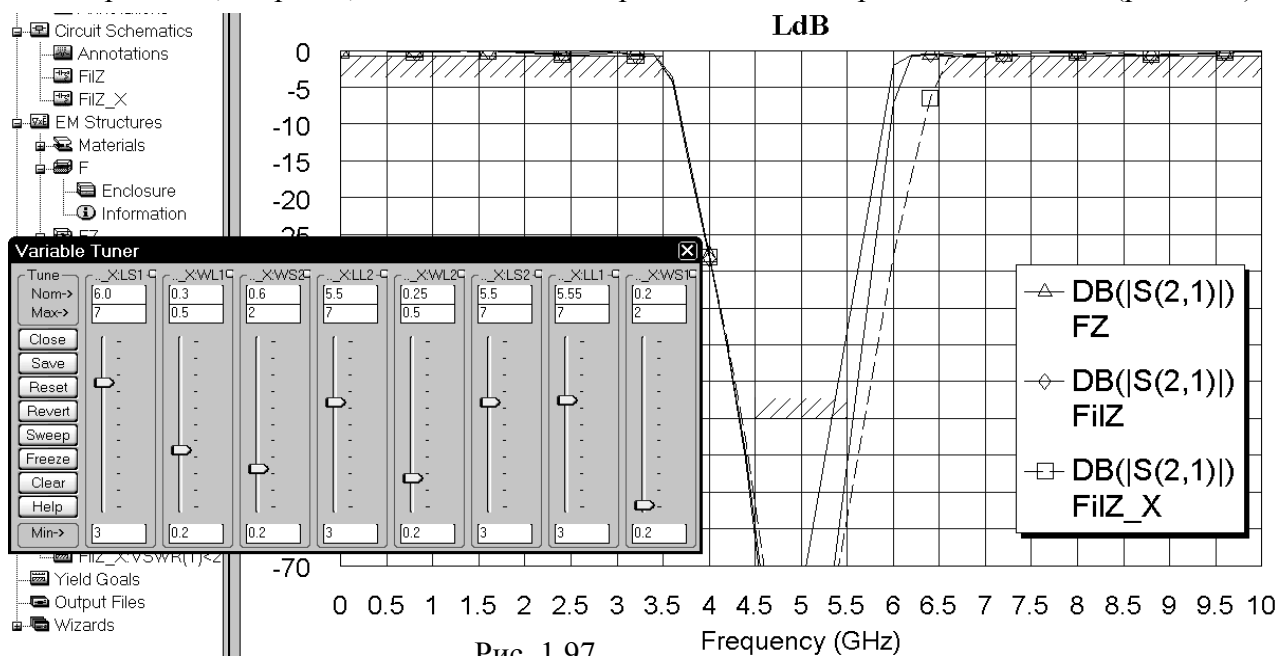

Рис. 1.97
9. Откройте окно графика **LdB**. щёлкните по значку **Tune** на панели инструментов и, двигая движки переменных на блоке настройки, добейтесь удовлетворительной характеристики, стараясь, чтобы значения переменных были кратны пяти сотым (рис. 1.97).